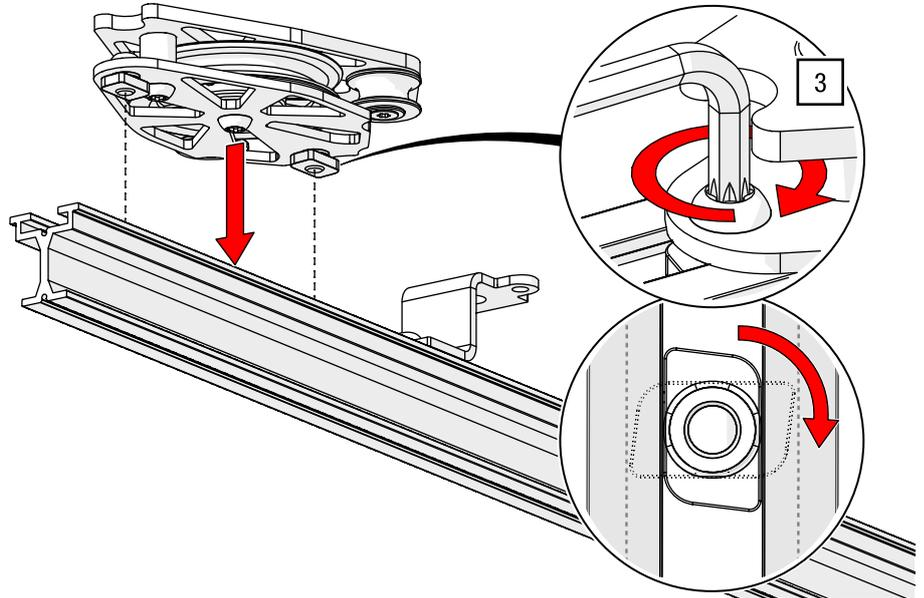

Abb. 75: Seitliche Seilführung – Umlenkrolle montieren
- Positionieren Sie die vormontierte Umlenkrolle (SSF) an einem Schienenende und ziehen Sie die Schrauben mit den im Schienenprofil positionierten Nutensteinen mit einem TORX®-Schlüssel T40 und 27 Nm fest (siehe Abb. 75).